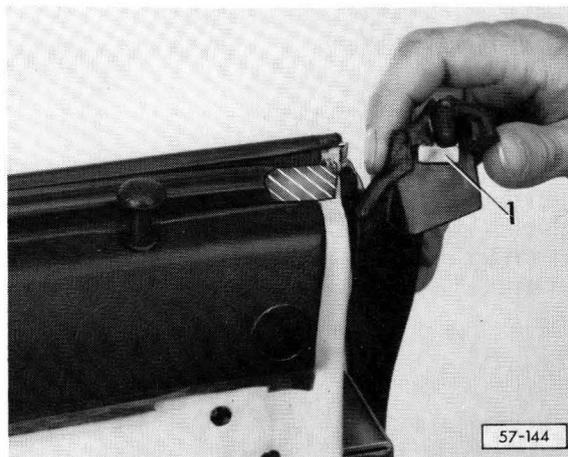

**Abb. 1 Türschloß ausbauen**
**Türschloß ausbauen:** Abb. 1